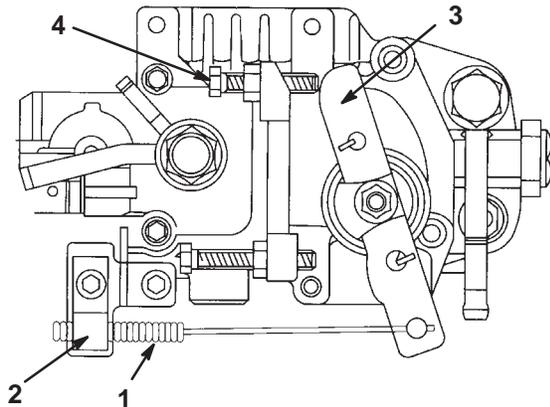

Bild 38
1. Stellen Sie den Gasbedienungshebel auf Langsam (Bild 38).
2. Lockern Sie die Klemmschraube des Bowdenzugs, mit der dieser am Motor befestigt ist (Bild 38).
3. Schieben Sie den Bowdenzug, bis der Fahrtriebshebel die Leerlaufschraube berührt (Bild 38).
2. Lösen Sie die Sicherungsmutter an der Leerlaufschraube (Bild 38).